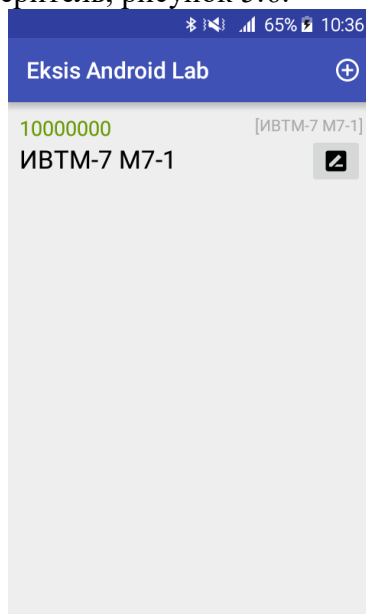

Рисунок 5.6 Экран поиска приборов
3. Нажать «+» в окне программы «Eksis Android Lab». В окне поиска приборов выбрать появившийся измеритель, рисунок 5.6.